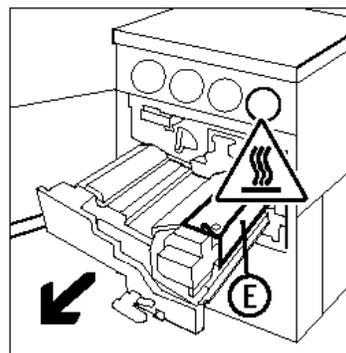

Figura 42: Extracción del módulo del recorrido del papel
- 3 Extraiga el módulo del recorrido del papel de la copiadora/impresora hasta que esté completamente abierto, tal y como ilustra la Figura 42.